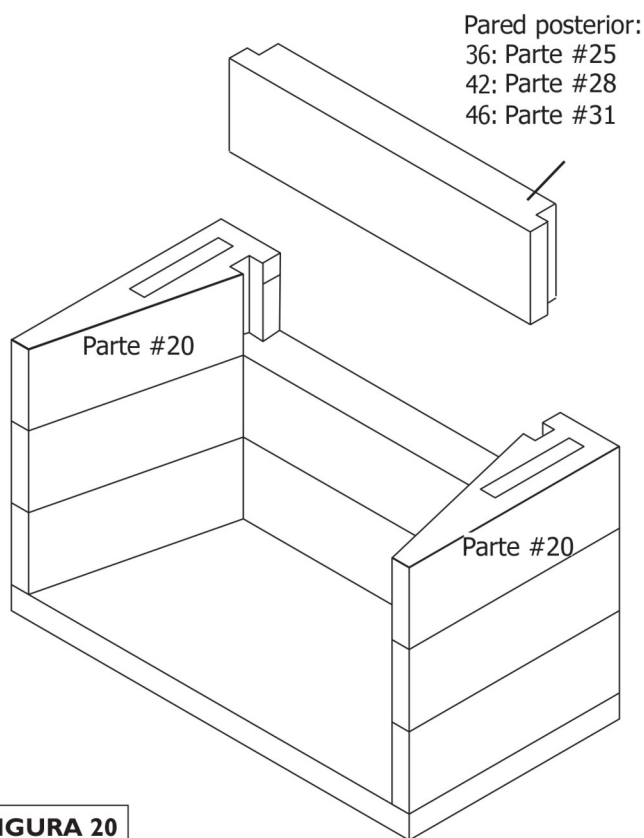

FIGURA 20
3. Continúe con el montaje de las hileras continuas a la pared lateral y a la pared posterior del hogar, recuerde escalonar los componentes de la pared posterior. Aplique el pegamento en la parte superior de cada capa de componentes, y coloque la siguiente hilera en su sitio. No olvide aplicar el pegamento en las juntas verticales de la unión de la pared lateral y la pared trasera, al momento de poner cada componente en su lugar. (Figura 20).